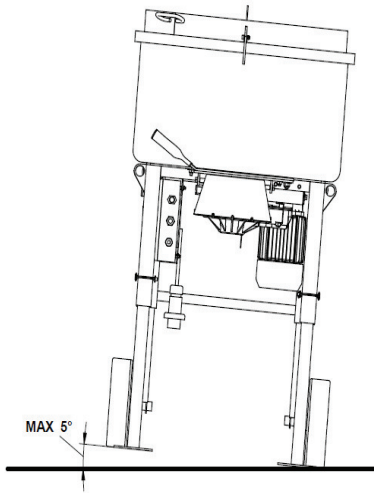

Fig.1
- Retire la mezcladora del embalaje y colóquela verticalmente, evitando inclinaciones de más de 5° (fig.1).
La mezcladora está equipada con un anillo colocado encima de la cuba de mezcla que, al conectar la boquilla (ref.13, fig.1) a un sistema de succión (no suministrado con la máquina), permite la reducción del polvo emitido.
- La máquina se puede detener presionando el botón situado en el panel eléctrico (ref.12, fig.1).